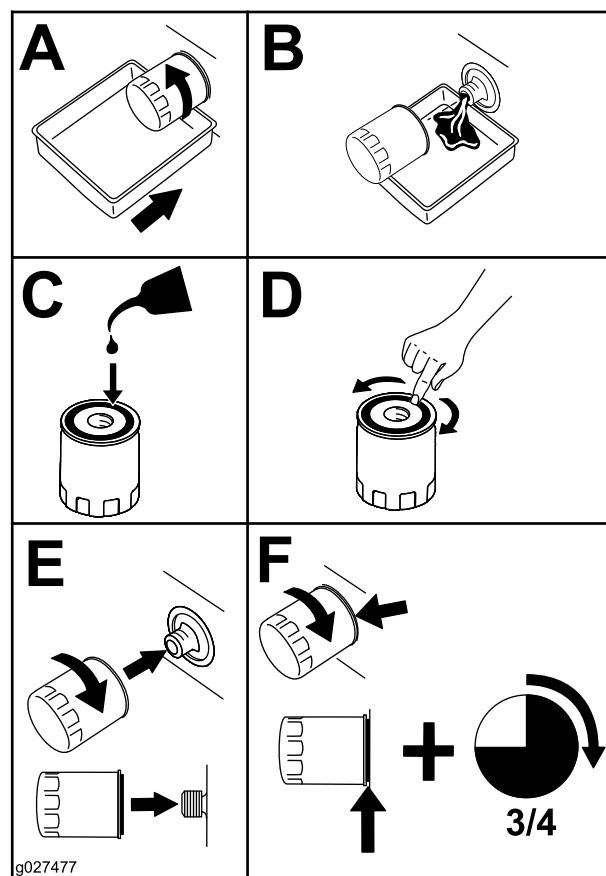

Figura 42
5. Sustituya el filtro de aceite del motor como se muestra en la Figura 42.